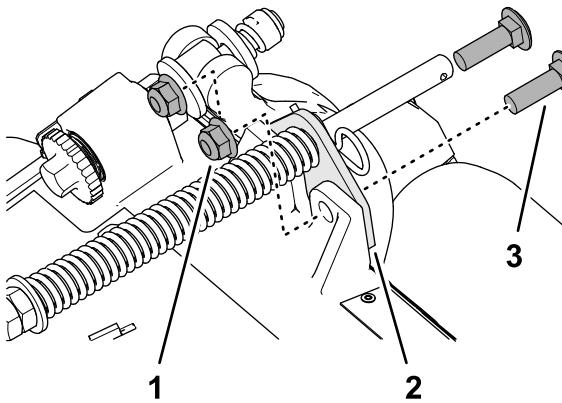

Figure 7
2. Retirez les 2 contre-écrous à embase (3/8 po) et 2 boulons de carrosserie (3/8 x 1 1/4 po) qui fixent le support du compensateur au cadre de l'unité de coupe (Figure 7).